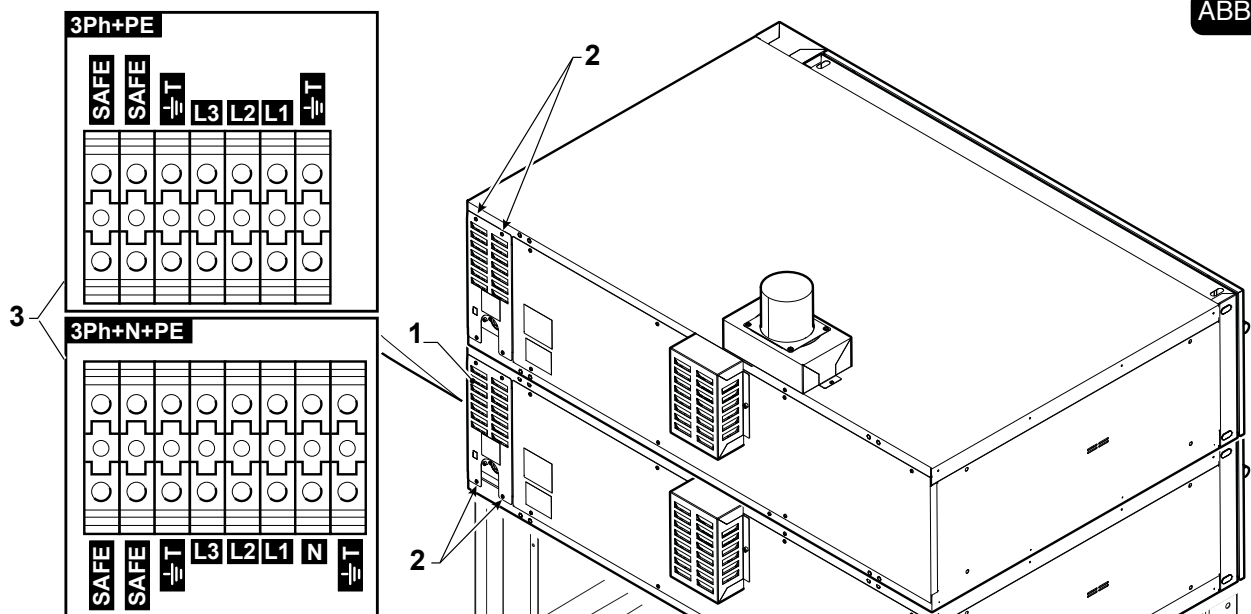

ABB. 5
3.4.a - Elektrischer Ofenanschluss (Fig. 5)
- Das Gehäuse (1) abnehmen, dafür die Schrauben (2) abschrauben.
- Das Kabel mit dem Klemmenbrett (3) verbinden.
- Den Kasten (1) wieder einbauen.
Die Schrauben (2) abschrauben, um das Gehäuse (1) abzunehmen (Abb. 5).